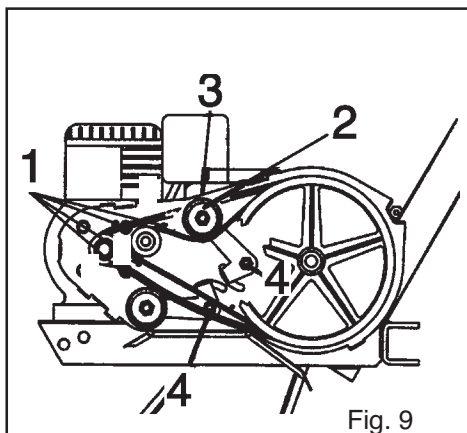

Fig. 9
1. Dopo il montaggio delle cinghie, controllare che queste siano all'interno dei pioli 1 (Fig. 9).
2. Per evitare danni irreparabili alla cinghia della retromarcia, registrare il filo di comando, in modo che il diametro esterno del tendicinghia 2 sfiori il profilo esterno della paratia 3 (Fig. 9).
4. L'eccessivo serraggio dei dadi 4 provoca l'incompleto ritorno dei tendicinghia, con conseguente usura e rottura della cinghia; controllare quindi che i tendicinghia possano muoversi liberamente per tutta la loro corsa (Fig. 9).